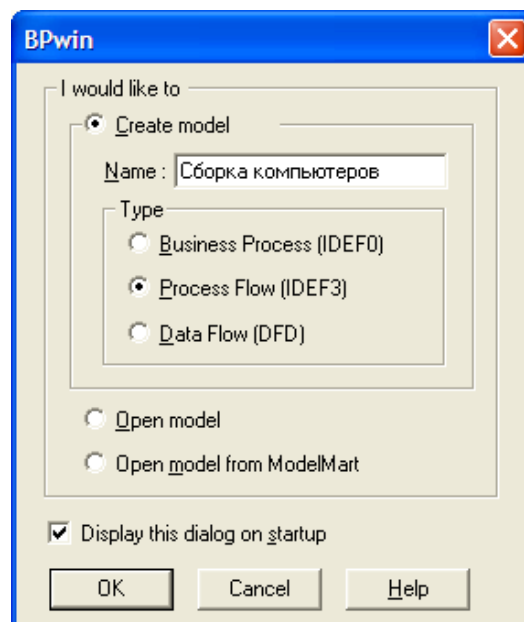
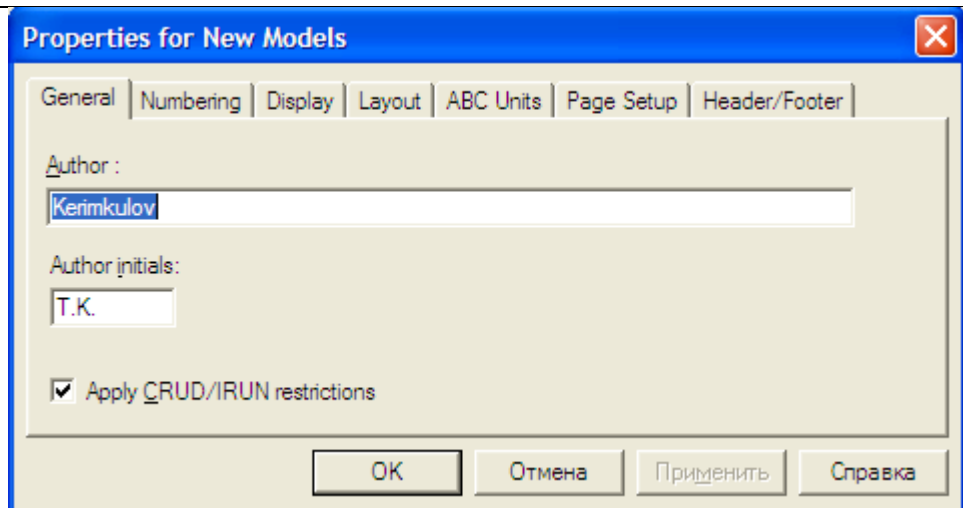
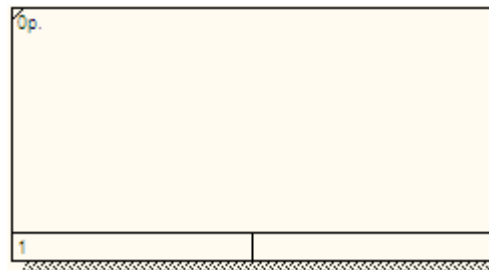

Рис. 1.42
Рис.1.43
Рис.1.44 Главное окно модели
1. Создание диаграммы по методологии IDEF3 производится также как создание – диаграммы IDEF0 (выше параграф "Создание IDEF0 модели рис.1.7), в окне NAME запишем наименование работы "Сборка компьютеров", затем выбираем пункт радиокнопки ProcessFlow (IDEF3) т.е. тип модели IDEF3 и нажимаем кнопку ОК (Рис.1.42). После этого всплывает окно как на рис. 1.43. Здесь нажимаем кнопку ОК. В результате получим след. диаграмму. Рис.1.44. Перейдем в левое окно навигатора главной диаграммы "Сборка компьютеров" и декомпозируем работу. В контекстном меню выбираем пункт Decompose и в диалоге ActivityBoxCount (**Ошибка! Источник ссылки не найден.**) установите число работ 4 и нотацию IDEF3. Возникает диаграмма IDEF3, содержащая работы (UOW). Правой кнопкой мыши щелкните по работе (2), выберите в контекстном меню Name и внесите имя работы "Подготовка компонентов". Затем во вкладке Definition внесите определение "Подготавливаются все компоненты компьютера согласно спецификации заказа".Рис. 5